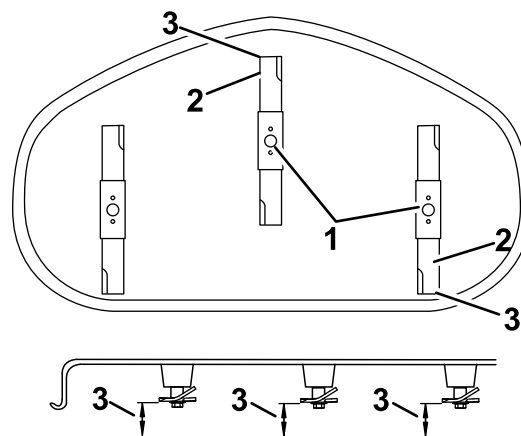

Figure 62
4. Faites pivoter les lames avec précaution pour faire passer les pointes avant à l'arrière (Figure 62).
5. Mesurez la distance entre la pointe de la lame avant et la pointe de la lame arrière par rapport à la surface plane (Figure 62).